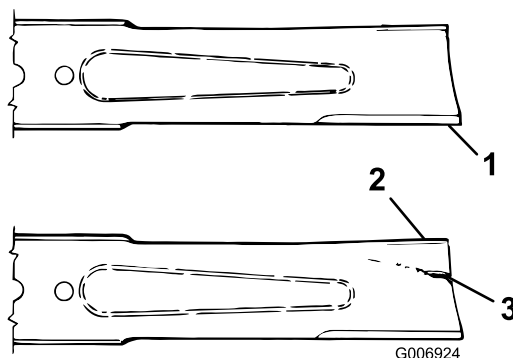

Figura 96
3. Verificate accuratamente i taglienti, con particolare attenzione ai punti d'incontro delle sezioni piatta e curva della lama (**Figura 96**).
4. Se riscontrate segni di usura (**Figura 96**), sostituite la lama; fate riferimento a Rimozione e montaggio di una lama (pagina 67).